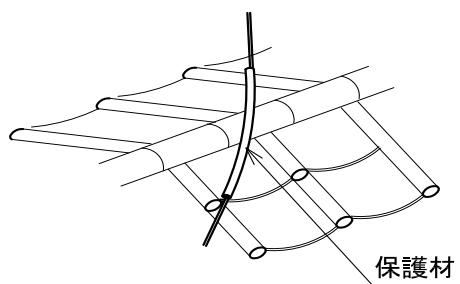

図 14
- 固定線が瓦等に接触する箇所には、必ず保護材を設置します。(図 14,15 参照)